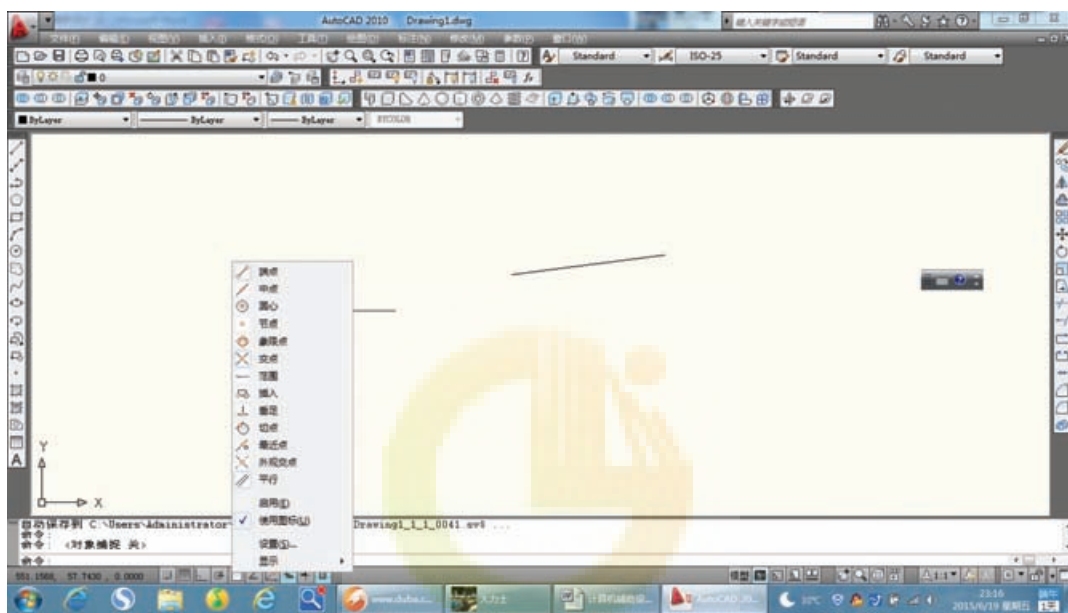

图2-54 对象捕捉
①使用捕捉、栅格和正交功能精确定位点（图2-54）。
②使用对象捕捉可以指定对象上的精确位置。